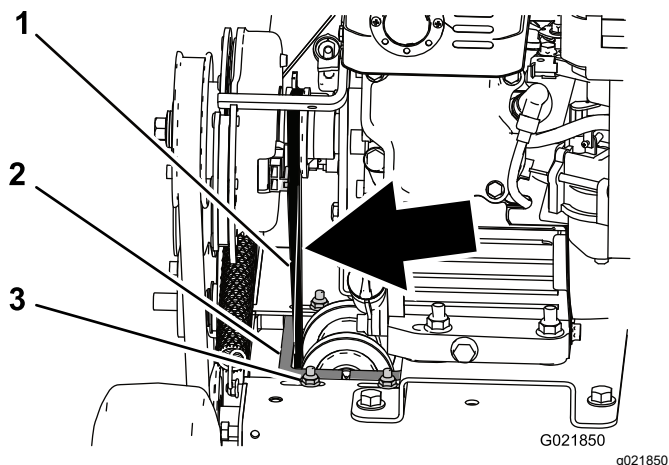

Figure 26
4. Contrôlez la tension de la courroie. La courroie doit présenter une flèche maximale de 6 mm quand vous exercez une pression modérée avec le doigt sur le brin juste au-dessus du cadre de la machine (Figure 26).
5. Pour tendre la courroie, desserrez les 4 écrous/boulons qui fixent le support de poulie au cadre et déplacez le support vers la gauche, ce qui a pour effet de tendre la courroie ; resserrez ensuite les 4 écrous et boulons (Figure 26).